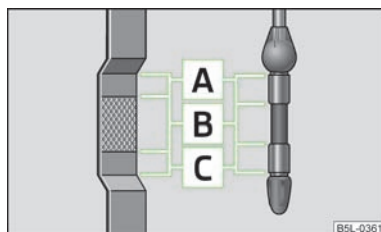

Fig. 98
La jauge d'huile indique le niveau d'huile moteur » fig. 98.
- Le niveau ne doit jamais dépasser la zone **A** » fig. 98. Risque d'endommagement du système d'échappement !